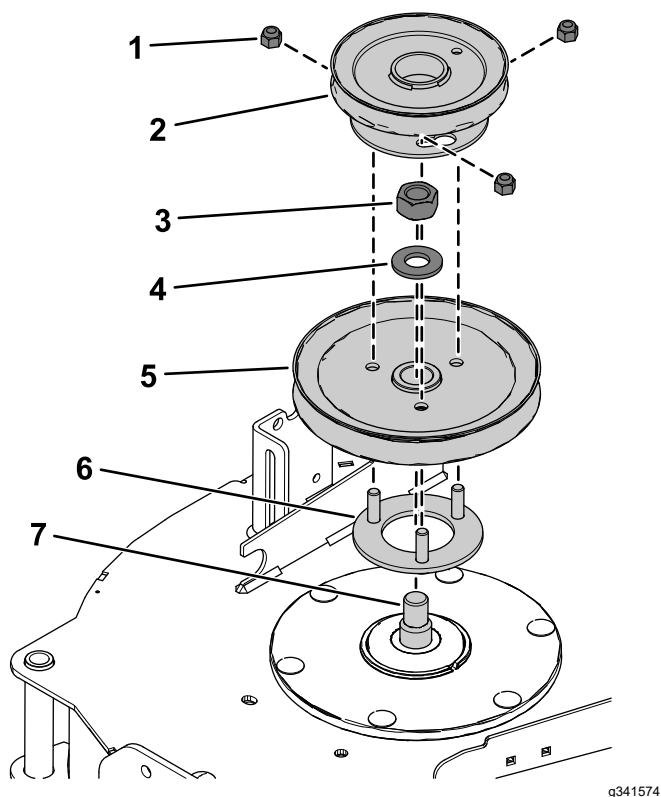

Figura 20
4. Inserte los espárragos roscados en el soporte de la polea a través de los orificios en la polea de la carcasa (Figura 20).
5. Sujete la polea de la carcasa al eje de la cuchilla usando la tuerca hexagonal (¾") y la arandela que retiró anteriormente (Figura 20).
7. Coloque la polea del soplador en los espárragos roscados, e instale provisionalmente las 3 contratuercas (⅜"), como se muestra en la Figura 20.